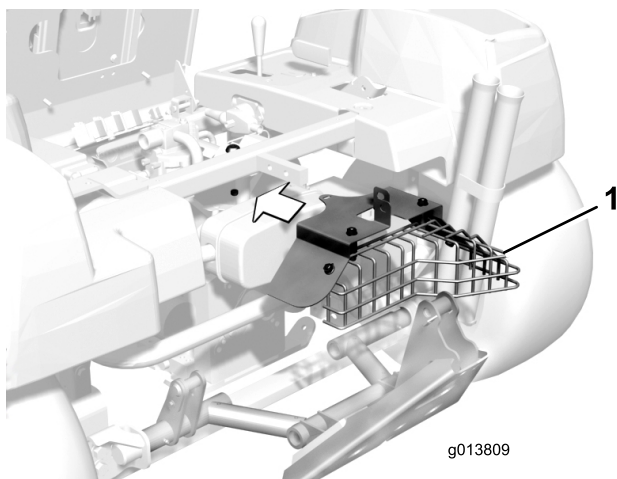

Bild 9
13. Bringen Sie das Schutzblech so an, dass die Befestigungslaschen über die oberen Befestigungslöcher der Rollenplatte verlaufen und die Maschinenschraube in das hintere Loch am Schutzblech passt. Befestigen Sie das Schutzblech lose mit der Mutter an der Maschinenschraube (Bild 9).